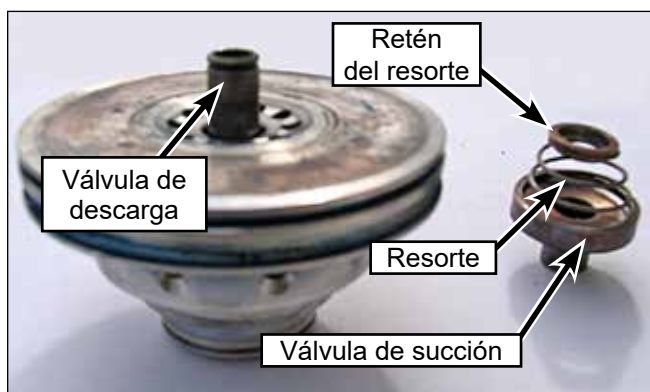

Figura 86: Instalación de las válvulas.
1. Instale la válvula de descarga en el cuerpo de la válvula (Figura 86).